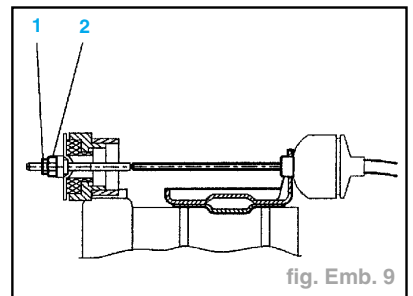

fig. Emb. 9
- Desserrer le contre-écrou (1) (fig. Emb. 9).
- Pour obtenir une course conforme à la valeur indiquée, desserrer ou serrer l'écrou (2).
- Serrer le contre-écrou (1).